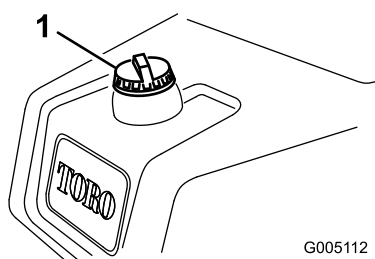

図 19
1. 燃料キャップ (図 19) の周囲をきれいに拭いてキャップ外す。